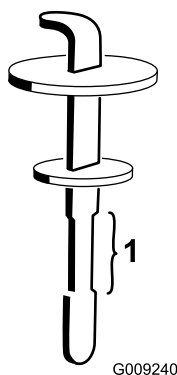

Bild 88
4. Entfernen Sie den Peilstab aus dem Einfüllstutzen und wischen ihn mit einem sauberen Lappen ab. Stecken Sie den Peilstab in den Einfüllstutzen und ziehen ihn dann heraus, um den Ölstand zu prüfen. Der Ölstand sollte zwischen den beiden Marken am Peilstab liegen (Bild 88).